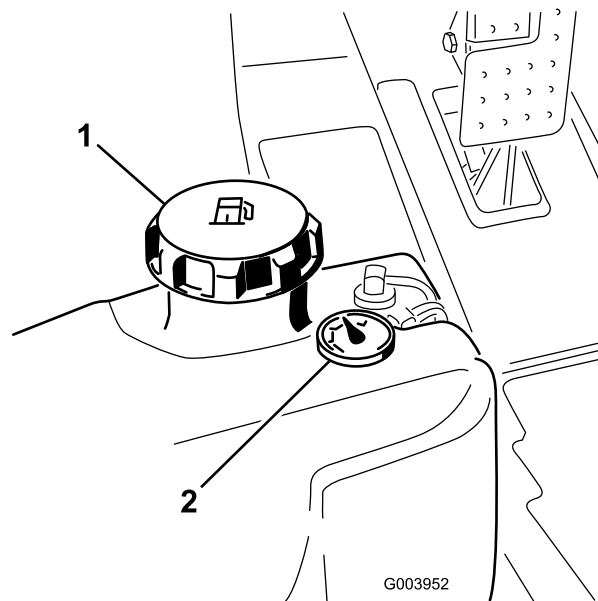

Figura 19
3. Retire a tampa do depósito de combustível (Figura 19).